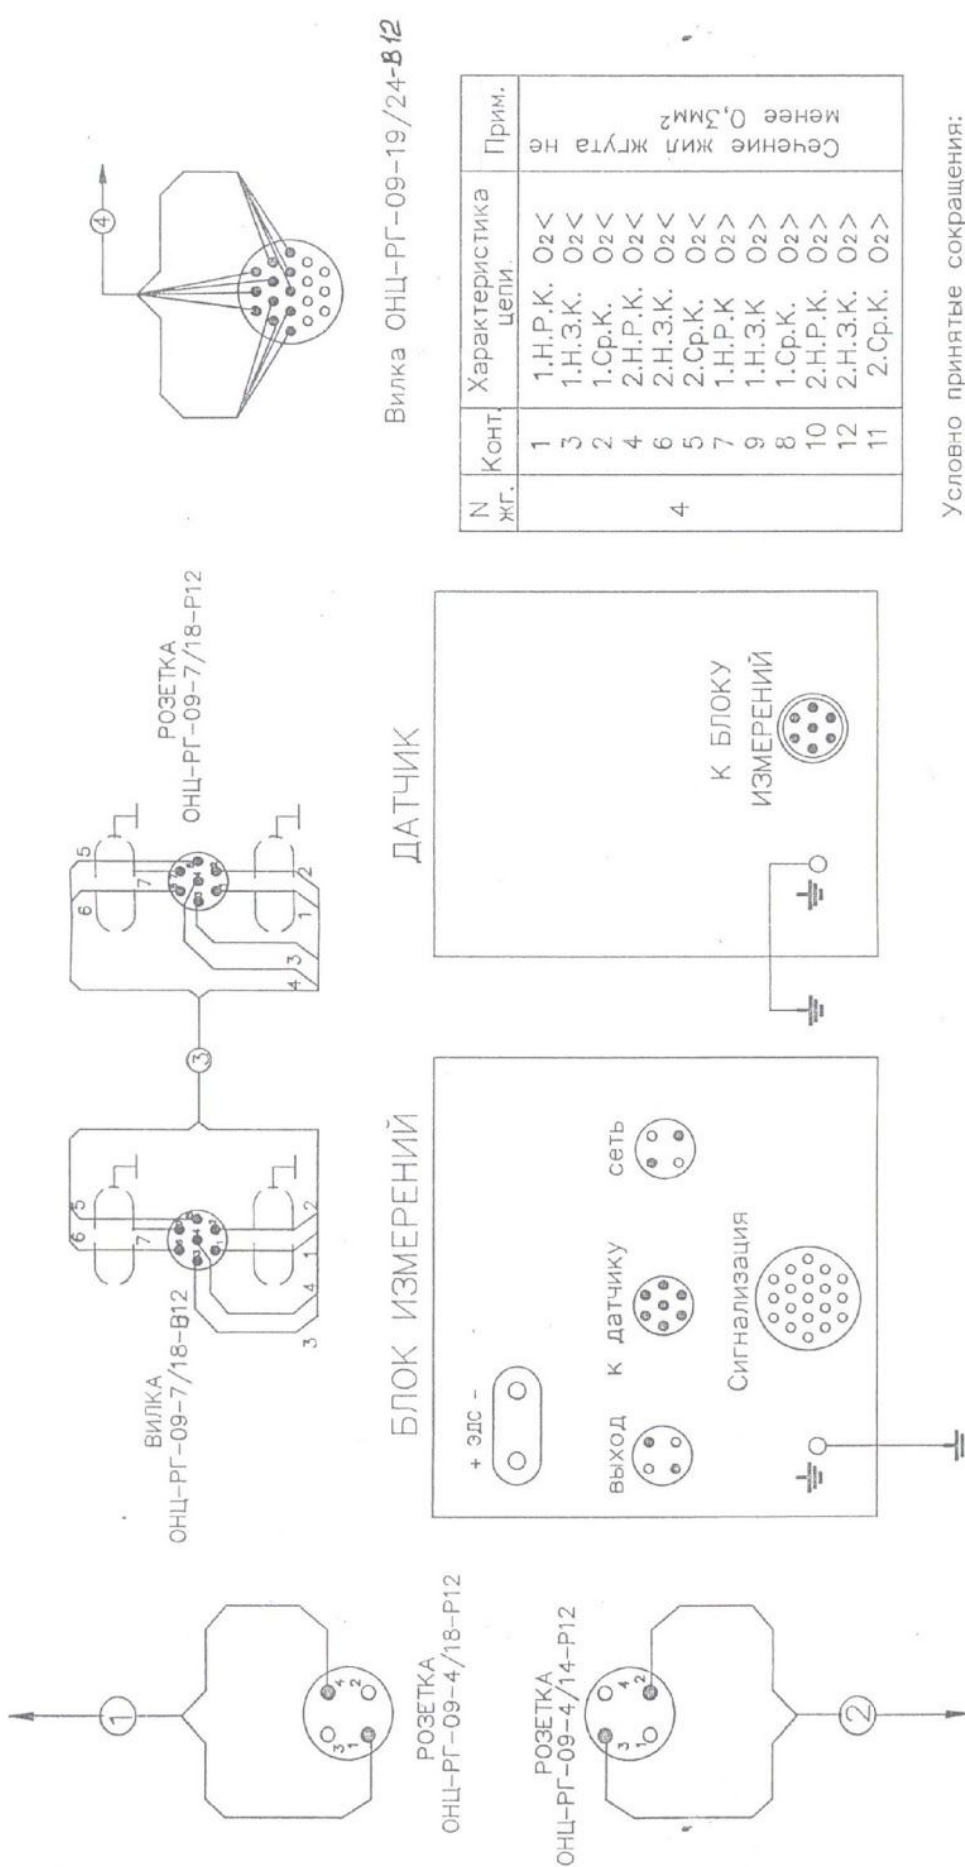

Рисунок 8 – СХЕМА ЭЛЕКТРИЧЕСКИХ СОЕДИНЕНИЙ.
Срабатывание сигнализации дублируется контактами реле, подключенными к разъему "СИГНАЛИЗАЦИЯ" на задней панели блока измерений (рисунок 8).
3.4.4 Соедините блоки газоанализатора электрическими кабелями в соответствии со схемой электрических соединений (рисунок 8). Используйте для изготовления кабелей разъемы из комплекта монтажных частей.